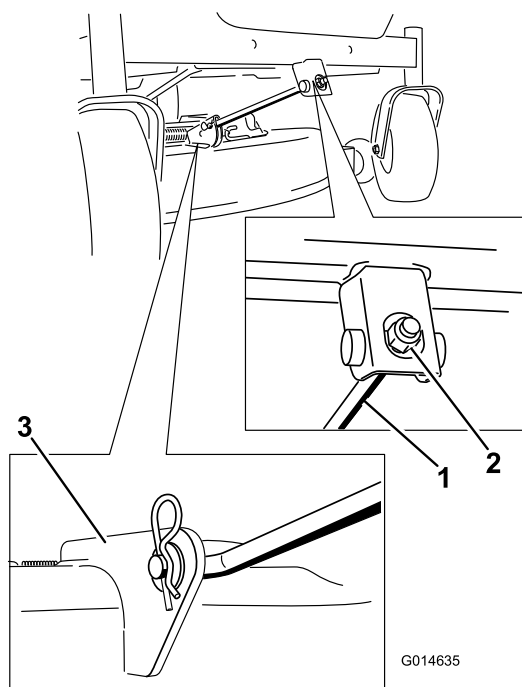

Figura 56
- Conecte la varilla de soporte delantera a la carcasa de corte con el pasador y la chaveta (**Figura 56**).